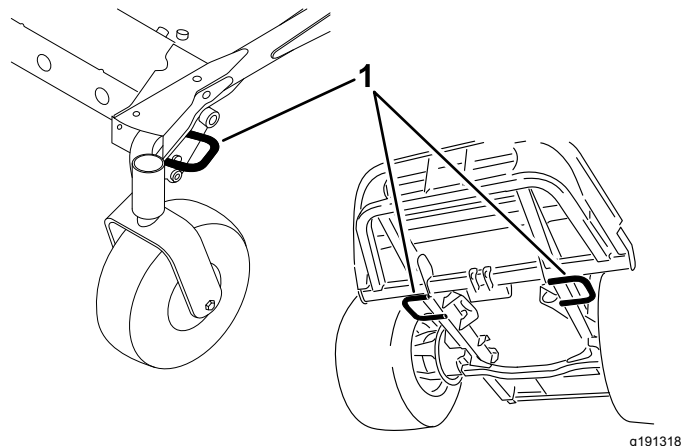

Figura 27
5. Utilize os pontos de fixação na máquina para prendê-la com segurança ao atrelado ou camião com cintas, correntes, cabo ou cordas (Figura 27).